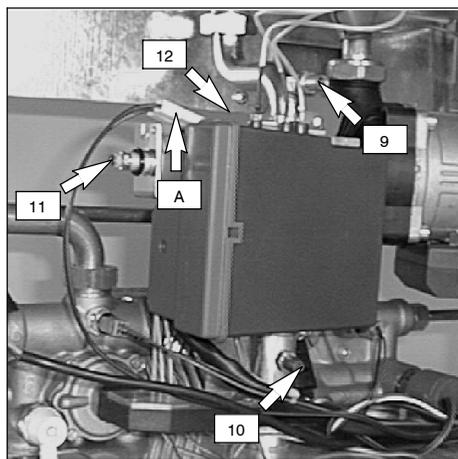

Fig. 5.5
Après chaque mesure de la pression du gaz, **bien refermer** les prises de pression utilisées (10 et 9 – Fig. 5.5).
- 3 Lorsque la chaudière est éteinte (hors service), à l'aide d'un manomètre, contrôler la pression d'alimentation en utilisant la prise de pression amont de la vanne du gaz (10 – Fig. 5.5) et comparer la valeur lue à celles reportées dans le tableau **Pressions d'alimentation du gaz** à la page 5, 6
- 7 Déconnecter le fil d'alimentation (A) du modulateur (11) de la vanne à gaz (12) en veillant à ce qu'il ne touche pas les parties métalliques de la chaudière (Fig. 5.5).
- 8 Prélever une abondante quantité d'eau chaude sanitaire et comparer le débit minimum du gaz au compteur avec les données des tab. 5.1 et tab. 5.2. Pour contrôler la valeur de la pression correspondante, utiliser une prise de pression en aval de la vanne à gaz (9 – Fig. 5.5) et comparer cette valeur avec le même tableau.
Pour régler la pression au brûleur, agir sur l'é-crou en laiton du modulateur (11 – Fig. 5.5).
9 Reconnecter le fil d'alimentation "A" du modulateur (Fig. 5.5).
10 Comparer le débit maximum du gaz au compteur avec les données des tab. 5.3 et tab. 5.4. Pour contrôler la valeur de la pression, utiliser une prise de pression en aval de la vanne à gaz (9 – Fig. 5.5) et comparer cette valeur avec le même tableau.
Pour régler la pression au brûleur, agir sur l'é-crou en plastique en maintenant fermement l'é-crou en laiton du modulateur (11 – Fig. 5.5).
12 **Refermer la prise de pression** (9 – Fig. 5.5).
14 Déconnecter le fil d'alimentation (A) du modulateur (11) de la vanne à gaz (12) en veillant à ce qu'il ne touche pas les parties métalliques de la chaudière (Fig. 5.5).
15 Contrôler le débit minimum du gaz au compteur avec les données du tab. 5.1. Pour contrôler la valeur de pression correspondante, utiliser une prise de pression en aval de la vanne à gaz (9 – Fig. 5.5) et comparer cette valeur avec le même tableau.
16 Reconnecter le fil d'alimentation "A" du modulateur (Fig. 5.5).
17 Comparer le débit maximum du gaz au compteur avec les données du tab. 5.3. Pour contrôler la valeur de la pression, utiliser une prise de pression en aval de la vanne à gaz (9 – Fig. 5.5) et comparer cette valeur avec le même tableau.
18 **Refermer la prise de pression** (9 – Fig. 5.5).
- 3 Ouvrir la prise de pression en aval de la vanne à gaz (9 – Fig. 5.5) et raccorder un manomètre.
- 1 A l'aide d'un tournevis approprié, agir sur le potentiomètre de réglage "RISC" (Fig. 5.8). En tournant le potentiomètre dans le sens inverse des aiguilles d'une montre, on diminue le courant maximum d'alimentation du modulateur gaz (11 – Fig. 5.5) et, en conséquence, la pression du gaz au brûleur.